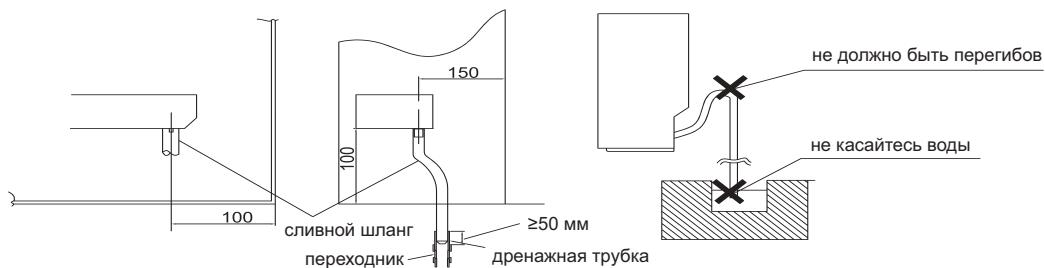

Рис. 10.38
- Дренажный шланг подключается к дренажному отводу, который находится справа в блоке. (рис. 10.38).